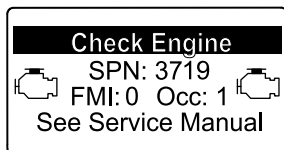

Figura 52
- Si se requiere una regeneración de recuperación, el InfoCenter muestra la advertencia del motor SPN 3719, FMI 16 (Figura 52), y la computadora del motor reduce la potencia del motor al 85 %.